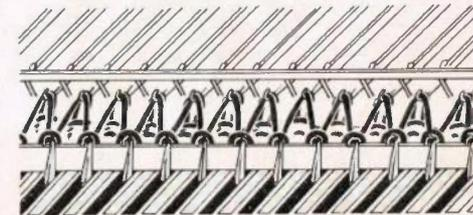

Fig. 30
Wird das Schloss nach links bewegt, legt sich in jede Nadel von Gruppe I der Umschlag, Fig. 30.
- Schloss nach links schieben. Hierbei wird der Umschlag in Gruppe I gelegt. Siehe Fig. 30.